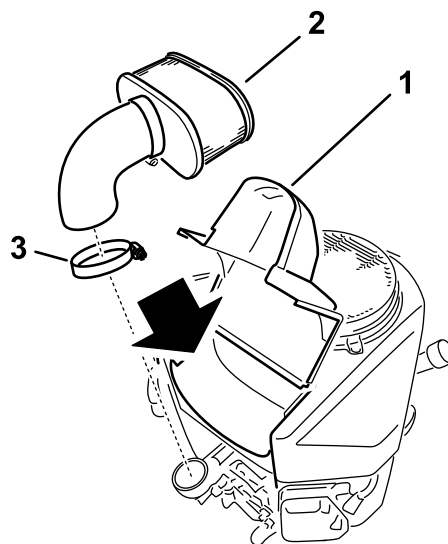

Figure 34
3. Nettoyez la surface autour du couvercle du filtre à air pour éviter que des impuretés n'endommagent le moteur en tombant à l'intérieur. Soulevez le couvercle et déposez le collier qui fixe le filtre à air au moteur (Figure 34).
4. Desserrez le collier de flexible et retirez l'élément en papier (Figure 34).